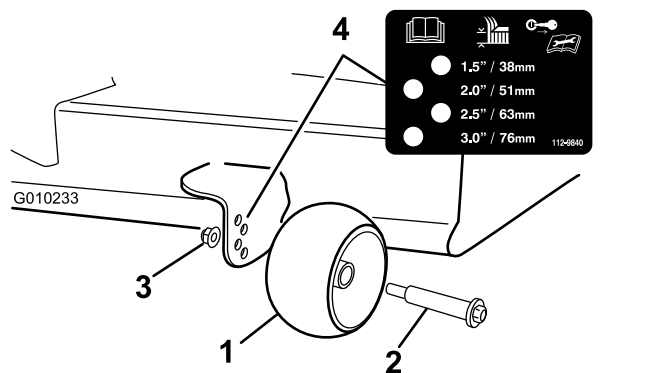

Figure 22
3. Réglez les galets anti-scalp (Figure 22) à la position correspondant le mieux à position de hauteur de coupe.